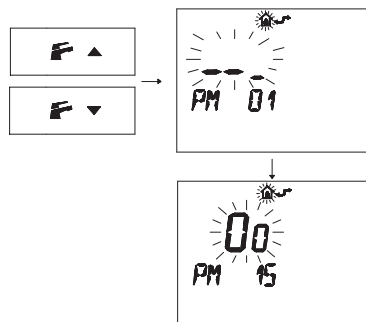

Figura 5.23
- Pulse los botones **F** **▲** o **F** **▼** para visualizar la programación "PM15" de habilitación de la sonda externa (Figura 5.23).